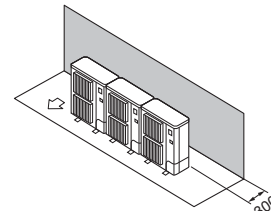

Fig. 2-9
- ① Obstáculos apenas na parte de trás (Fig. 2-9)